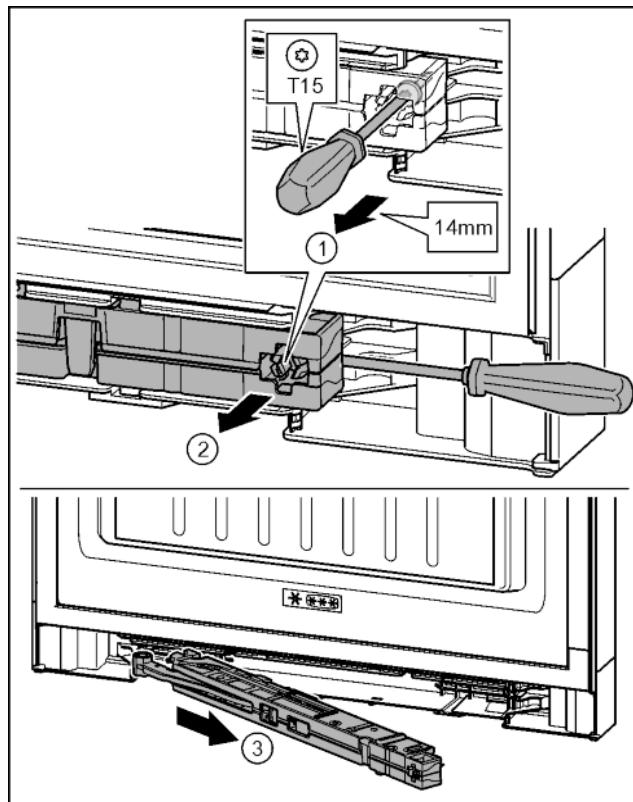

Fig. 17
► Ослабить винт на узле амортизатора с помощью отвертки T15 примерно на 5 мм. Fig. 17 (1)
► Переместить отвертку со стороны ручки за узел амортизатора. Повернуть узел вперед. Fig. 17 (2)
► Вытащить узел амортизатора. Fig. 17 (3)